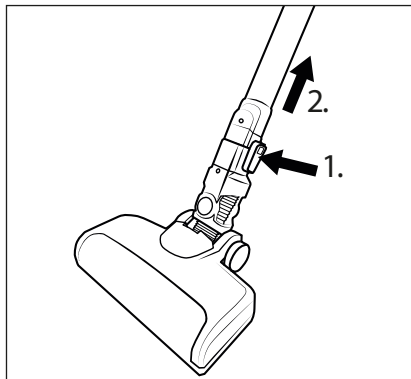

Fig. 12
- ◆ Pour retirer la brosse de sol ②① du tube d'aspiration ②③, maintenez la touche de déverrouillage de la brosse de sol ②② enfoncée et retirez le tube d'aspiration ②③ de la brosse de sol ②① (voir fig. 12).